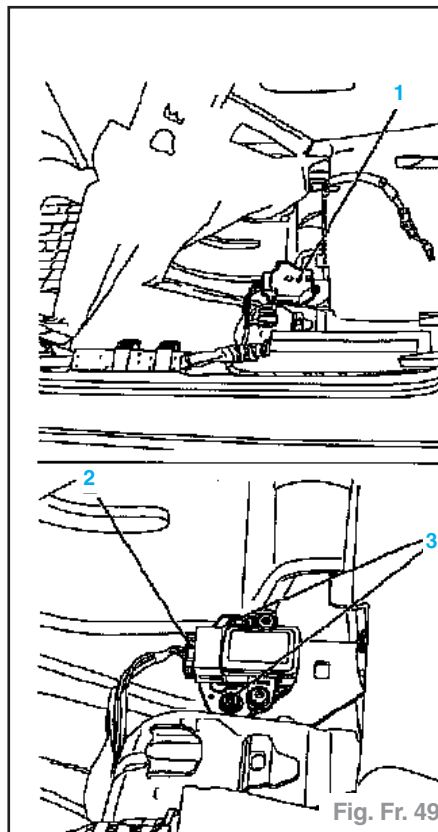

Fig. Fr. 49
- Déposer le cache (1), débrancher la fiche (2), les fixations (3) et déposer le capteur avec sa plaque d'amortissement (Fig. Fr. 49).